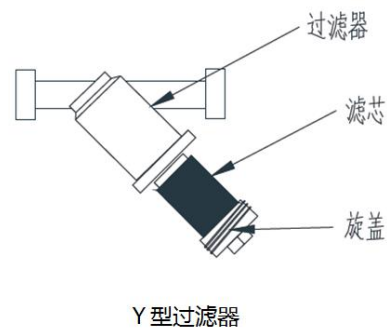

图12 本公司常用的过滤器
- 定期清理设备水路中的过滤器,一般7~10天清洗一次过滤器,本公司常用的过滤器,如图12所示,Y型过滤器安置在水泵吸水或者设备出水口;